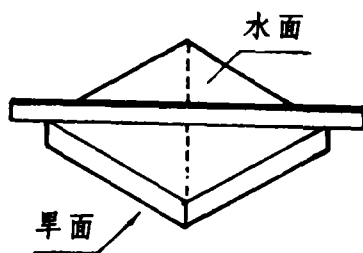

图8-1
(1) 铲面磨平——先在方砖平面上沿对角线铲平(图8-1、2)，接着铲其余部分，由内向外铲出，铲至砖的边沿时应由外向里斜铲。为使斧子平稳，需蹙手腕子执斧铲面。铲完用平尺、搭十字尺和八卦尺进行校验是否平整(图8-3)，跟着用粗磨头推磨，再用细磨头轻磨，掸净浮尘后再次用尺